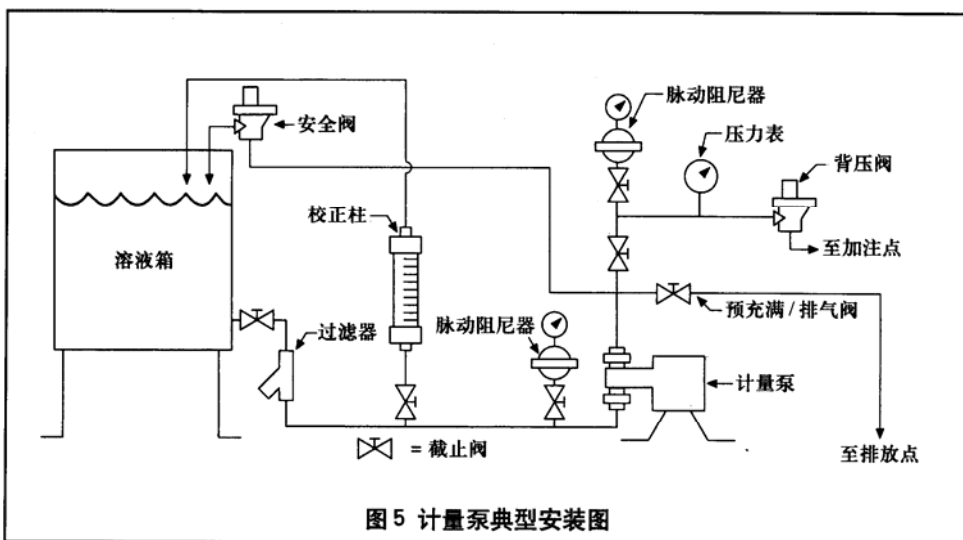

图5 计量泵典型安装图
7. 图 5 为建议的一种典型的安装图。
在泵和最近的截止阀之间的出液管路上安装安全阀, 这可避免偶然的关闭阀门造成泵的损坏。管路安全阀出液管返回到吸液池中或排放掉, 但无论何种情况下, 都应确保管路末端部分是可见的, 以便容易地检测到安全阀的泄漏。安全阀必须安装到储液池的顶部, 以使其正常工作 (见图5)。
在泵的吸液管和出液管两端都应安装截止阀。将排出管路截止阀应位于安全阀进液连接管的下游, 图5为建议的截止阀安装位置。